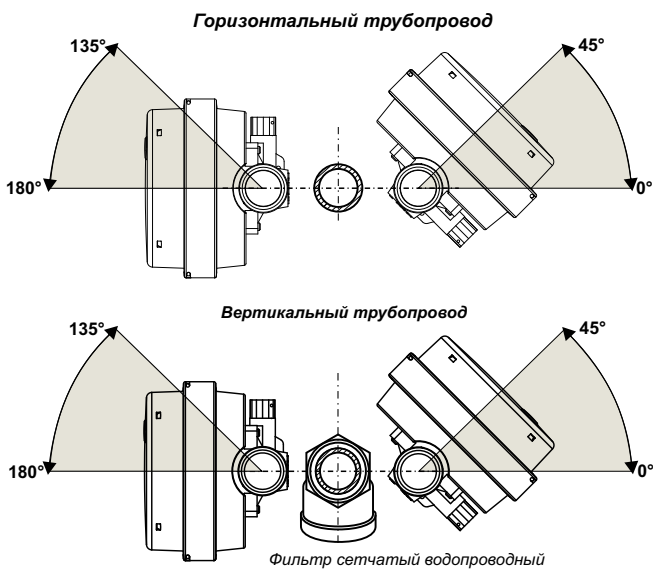

Рисунок 4 – Ориентация теплосчетчика при монтаже в трубопровод
- § в горизонтальный трубопровод в диапазонах от 0° до 45° и от 135° до 180° по отношению к горизонту, рисунок 4;
- § в вертикальный трубопровод в диапазонах от 0° до 45° и от 135° до 180° по отношению к оси продольного сечения фильтра сетчатого трубопроводного, рисунок 4;